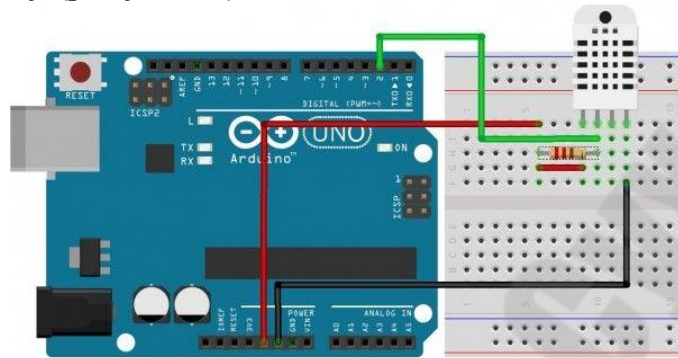

Рисунок 2 – Схема подключения датчика температуры\влажности
2.2.1 Собрать схему (рисунок 2)